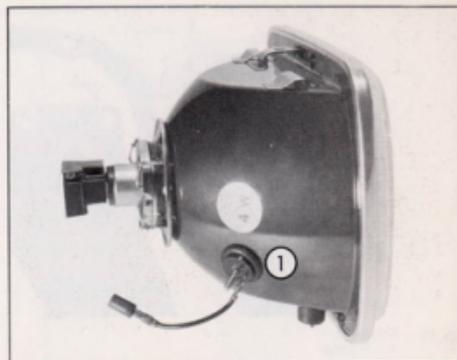

Fig. 43 - Feux de position avant
**Feux de position**● *Feux avant* (Fig. 43)